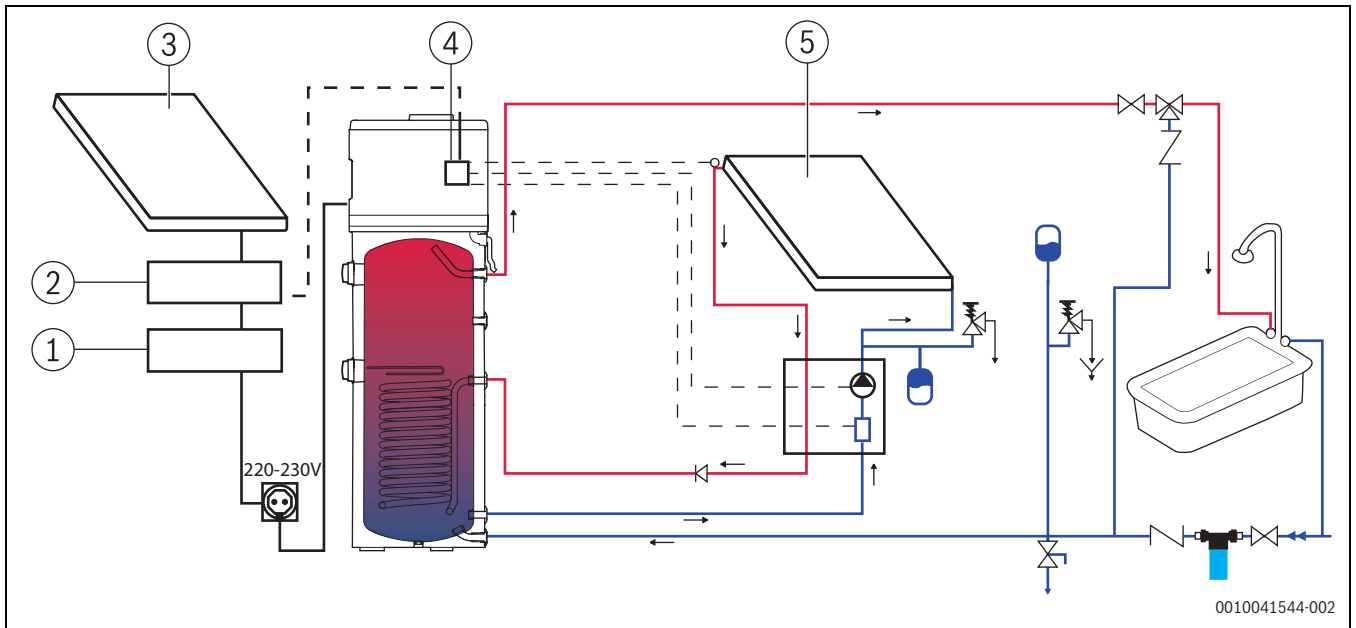
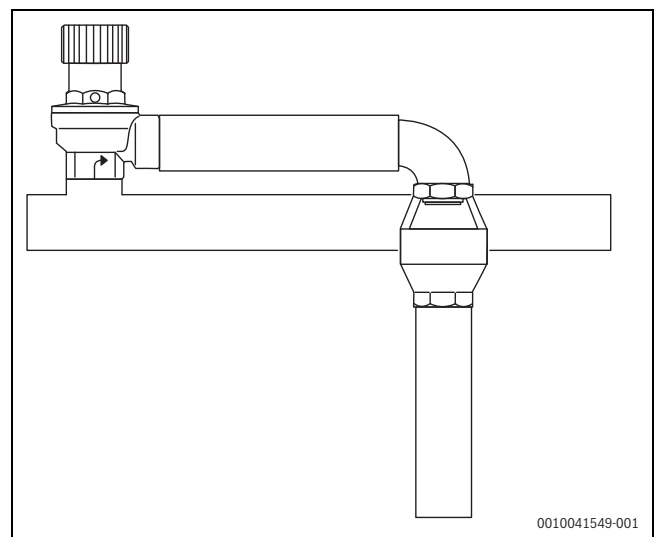

Fig. 35
Fig. 36 Recipiente de recolha
É obrigatório que o instalador do sistema instale uma válvula de segurança de 8 bar no tubo de alimentação de água fria (fig. 35, tabela Tab. 14 "Explicação dos símbolos"). É proibida a presença de válvulas de serviço e pontos de consumo entre a segurança e o tanque acumulador.
**i** O escoamento, ligado à válvula de segurança, deve ser instalado numa inclinação descendente. Também deve ser instalado num lugar em que esteja protegido contra a formação de gelo (fig. 35, Tab. 14 "Explicação dos símbolos"). É obrigatório utilizar um recipiente de recolha (fig. 36)